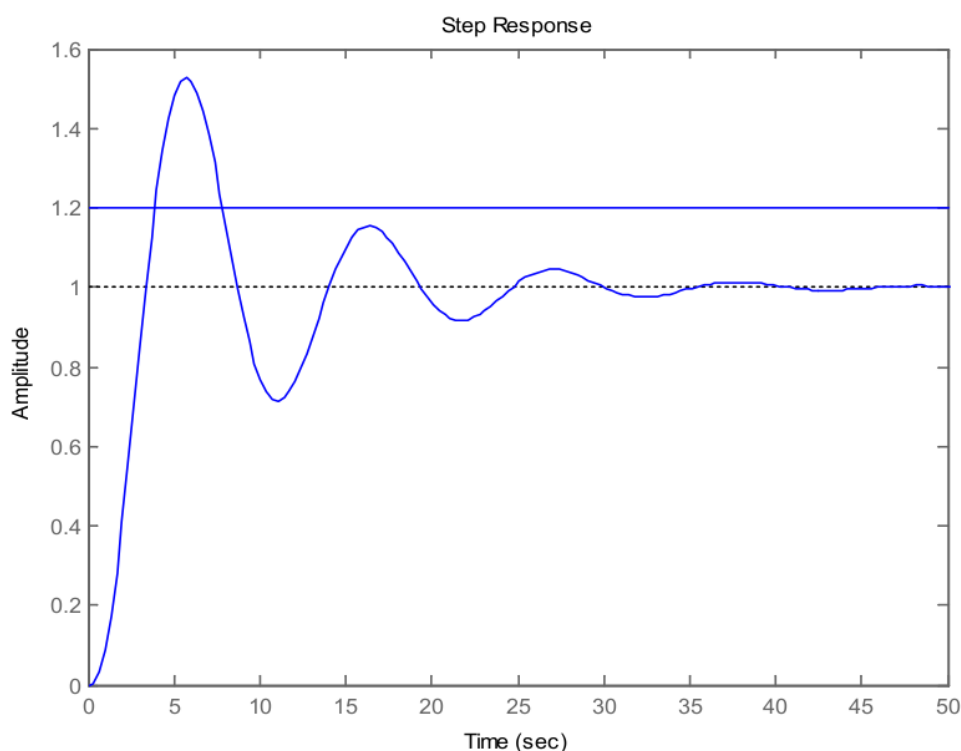

图 2: 中央美院素描考试
- (1) 图 2 是一个有差中用带方向的箭头标出稳态误差、超调量、最大动态偏差和过渡过程时间。
- (2) 控制系统动态过程的品质要求有（稳定）、（准确）、（快速）。其中稳定性指标主要是（衰减率）3；准确性指标包括（稳态误差）、（最大动态偏差）和（超调量）；快速性指标主要是（过程调整时间）。
- (3) 二阶系统性能指标与特征参数的关系4：相对稳定性5 $m$  上升，则衰减率增大， $\xi$  增大。
- (4) 调节器的正反作用的定义：在稳态时，